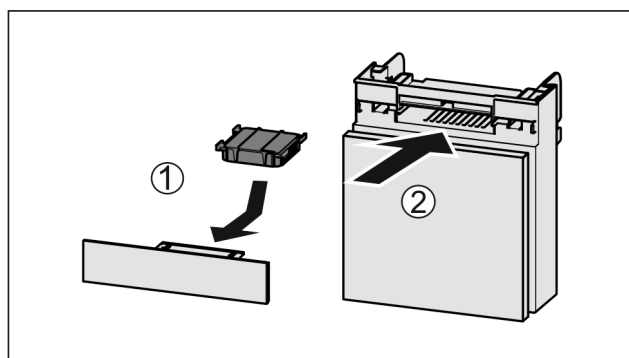

Fig. 150
- ▶ Insérer le filtre à charbon actif d'après le schéma Fig. 150 (1).
- ▶ Insérer le compartiment Fig. 150 (2).